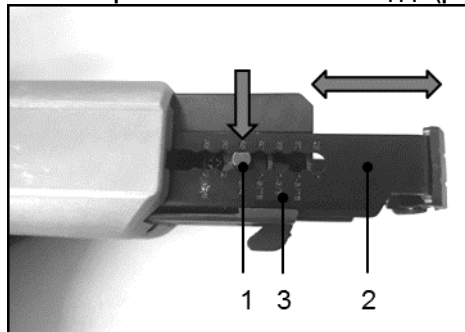

Рисунок 5
**4.3** Налаштування довжини саморіза на автоматичній насадці. (рис.5)